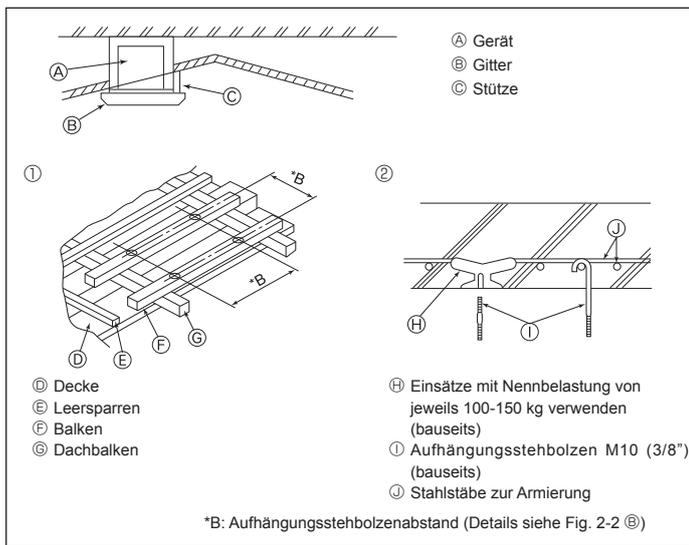

Fig. 2-4
2.4. Bauliche Gestaltung der Aufhängung (Baustruktur der Aufhängung muss hoch belastbar sein) (Fig. 2-4)